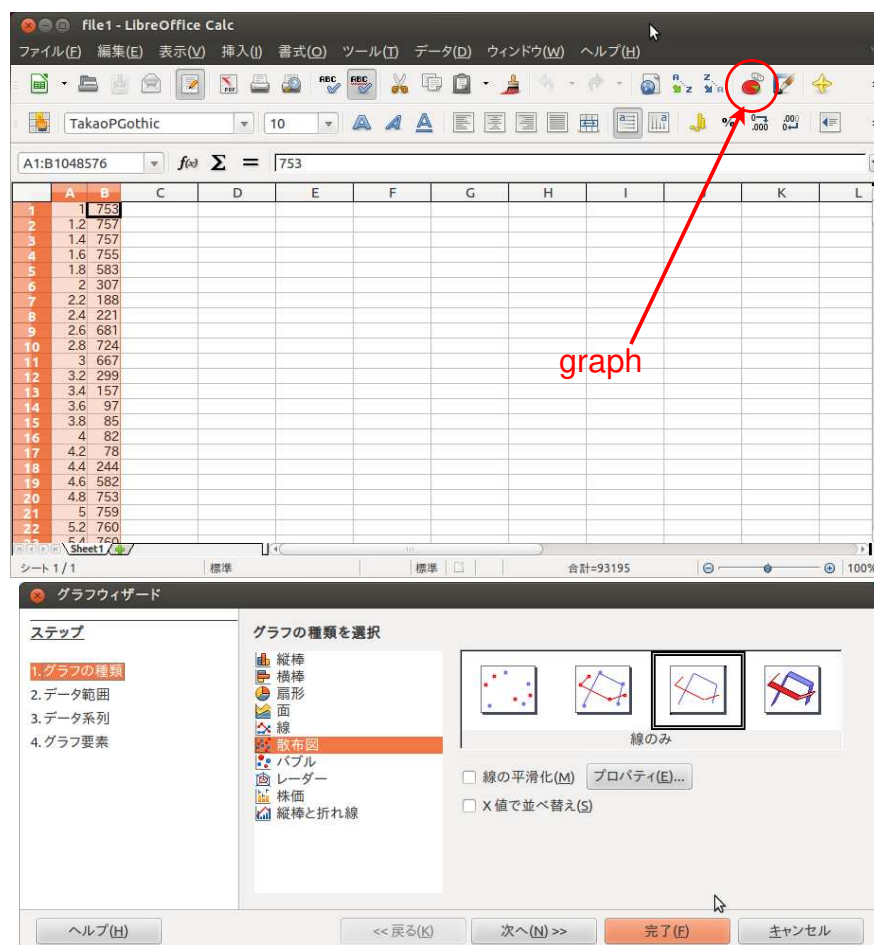

図 4.6: LibreOffice の設定例
3. 図 4.6 のようにデータが表に入力されているので、表示したいデータの列 (この場合は A,B) を選択してグラフボタン (図 4.6 参照) を押す。
4. 図 4.6 のようにグラフウィザードというウィンドウが現れるので、1. グラフの種類で「散布図/点のみ」を選択 (図 4.6 では「線のみ」を選択しているが、点のみの方が良い)。その他、4. グラフ要素も適宜設定する。完了ボタンを押すとグラフが表示される。